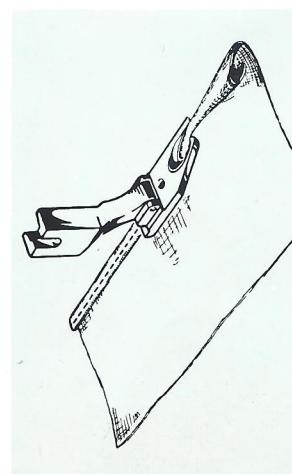

Fig. 39
a) DOBLADILLO A PUNTADA RECTA (Fig. 39)